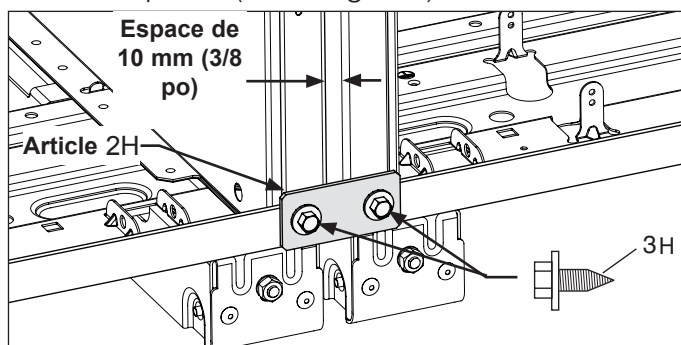

Figure 5
5. a. Liez les deux appareils en fixant le support de fixation à l'arrière des appareils à l'aide d'une douille de 3/8 po. (Voir la Figure 5).